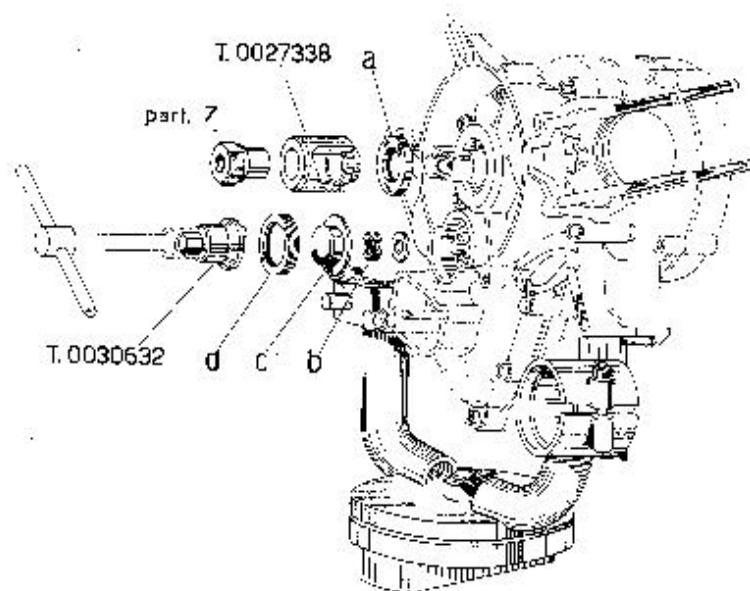

Fig. 73
Fig. 73) - Anello di tenuta esterno di banco: riempire la camera del cuscinetto a rulli con $5 \div 7$ cm³ di grasso ESSO BEACON 3 (oppure Shell Aivania 3; Fiat Jota 3).
- **Dado dell'asse del multiplo, coperchietto e ghiera:** per facilitare il bloccaggio del dado « b », inserire l'estremità di un cacciavite nell'apposito intaglio esistente sulla testa dell'asse (all'estremità opposta a quella visibile in fig. 73).